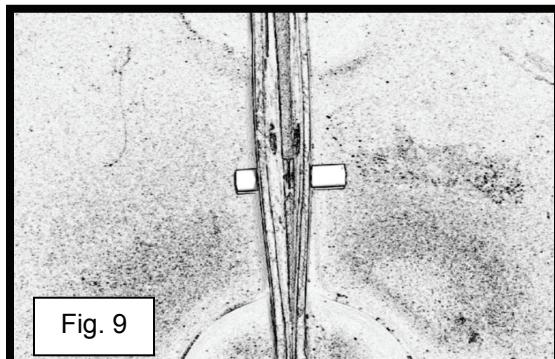

Fig. 9
- 8) Dopo che il tubo ha attraversato entrambi gli anelli di tenuta, assicurarsi che esso sia centrato più o meno tra i due bancali (vedere fig. 9).